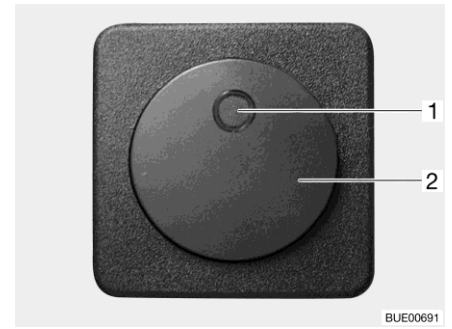

Bild 227 Schalter für elektrische Fußbodenerwärmung
- Den Wippschalter (Bild 227,2) drücken. Die Kontroll-Leuchte im Schalter (Bild 227,1) leuchtet.
- Den Wippschalter (Bild 227,2) drücken. Die Kontroll-Leuchte (Bild 227,1) im Schalter erlischt.